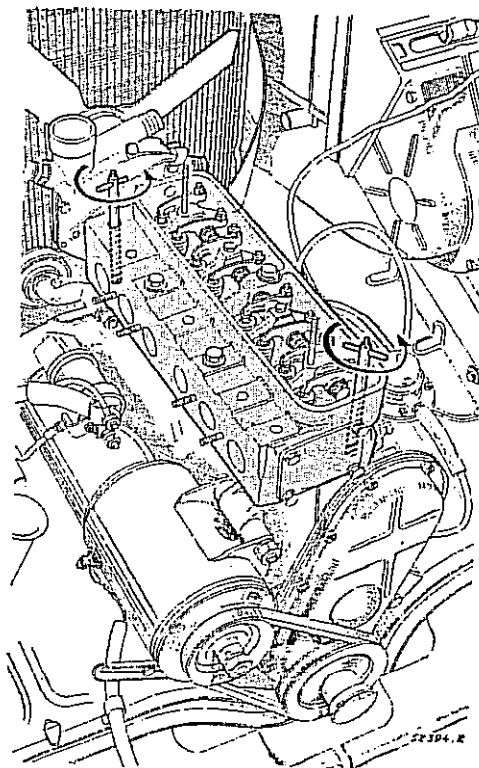

Fig. 58
- 4) Colocar la tapa de cilindros (sin varillas impulsoras de balancines), cuidando que asiente correctamente. Luego retirar las espigas de guía que se habían instalado anteriormente (Fig. 58).